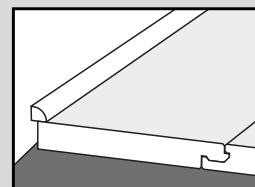

Fig. 8
10. Una vez instalado el suelo, retire los separadores y barra el suelo con un cepillo suave. Fije los rodapiés/zócalos o la tira embellecedora pertinente (obtégala de su distribuidor local) para cubrir las juntas de dilatación. Deberán fijarse a la pared y no al suelo, de manera que el producto tenga libertad de dilatación (fig. 8 y 9).